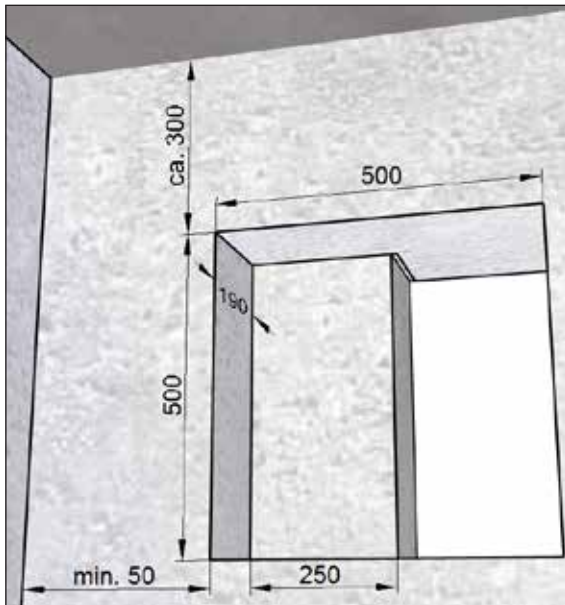

Abb. 10: Mauerdurchbruch für Montageset **ohne** Füllstück, Maße in Millimeter
- Mauerdurchbruch mit Nische (siehe Abb. 10 auf Seite 17) für Montageset **ohne** Füllstück M-WRG-M/Fü